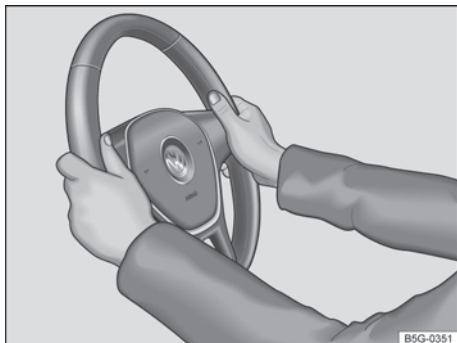

Fig. 41 No volante posição 9 e 3 horas.
- Ajustar o volante de modo que o condutor possa segurá-lo pela borda externa com as duas mãos e os braços ligeiramente dobrados (posição das 9h e 3h → Fig. 41).